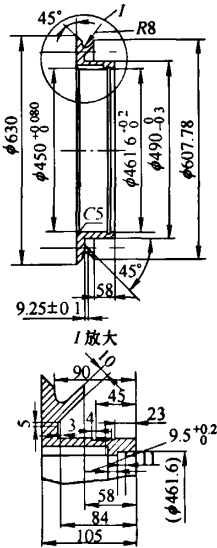

图 1
我公司生产加工的柴油机飞轮油封密封环,毛坯材料是 ZL104 铝合金铸造,加工要求如图 1 所示。通过编制适宜的加工工艺,设计工装夹具,选用刀具,成功完成工件的加工,加工精度符合图样要求,用户非常满意。
(1) 工件外形尺寸较大,形状复杂。如图 1 所示的密封环外径尺寸 630mm,内径尺寸 450mm,有 45° 内外斜角、圆弧和沟槽。各部尺寸衔接紧凑,加工难度大。
(2) 工件外形比较大,部分部位尺寸较薄,铸造铝合金材料,机械强度较低。采用常规卡盘加工,容易发生工件变形或者在加工表面留下装夹痕迹及在加工过程中产生振动,影响表面加工质量。